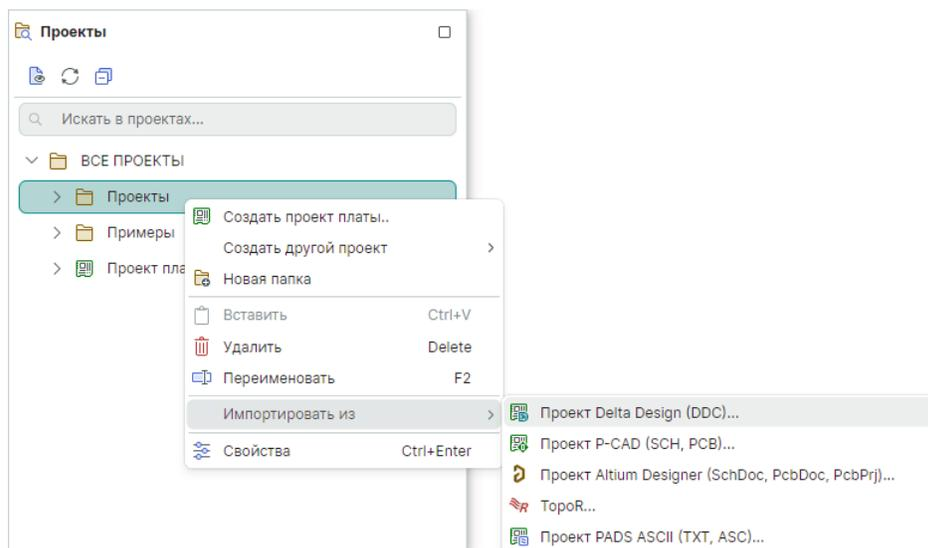

Рис. 54 Импорт проекта в формате *.ddc
2. В контекстном меню выберите «Импортировать из» → «Проект Delta Design (DDC)...», Рис. 54.